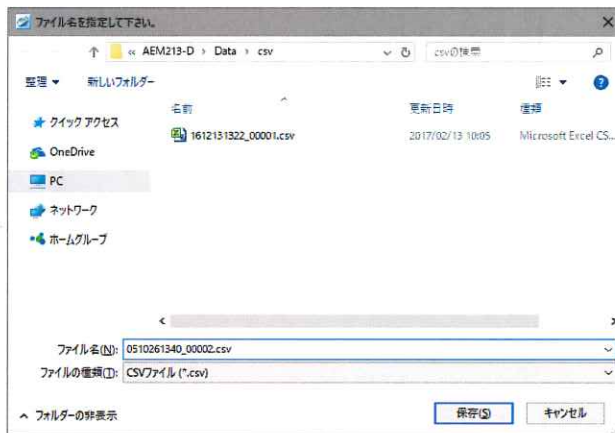

図 4.41 出力先を指定
- (2) 出力先ダイアログが表示されますので出力先とファイル名を指定して[保存]ボタンをクリックするとファイルが出力されます。(図 4.41)